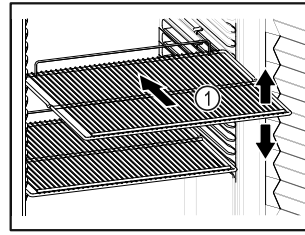

Fig. 59 Atvaizdo pavyzdys
- ❑ Jei pastatymo grotelės Fig. 59 (1) galima perkelti, pritaikykite atsižvelgdami į aukštį.